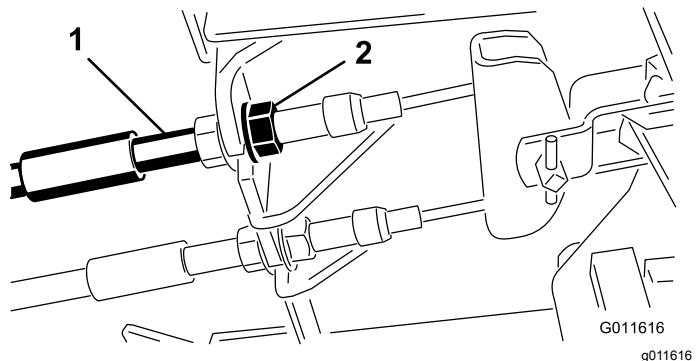

図 87
1. 遊びを減らすブレーキを締めるには、ブレーキケーブルのねじ山の前ナットをゆるめ、後ろのナットを締める図87。